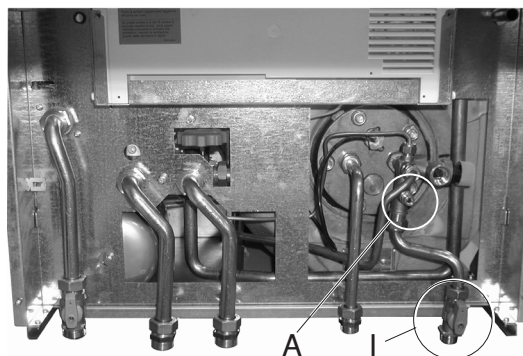

fig. 8
- 1) Chiudere la valvola di intercettazione del circuito sanitario **I** (fig.8).
- 3) Per il completo svuotamento dell'acqua contenuta nel bollitore sanitario aprire lo scarico **A** (fig.8).